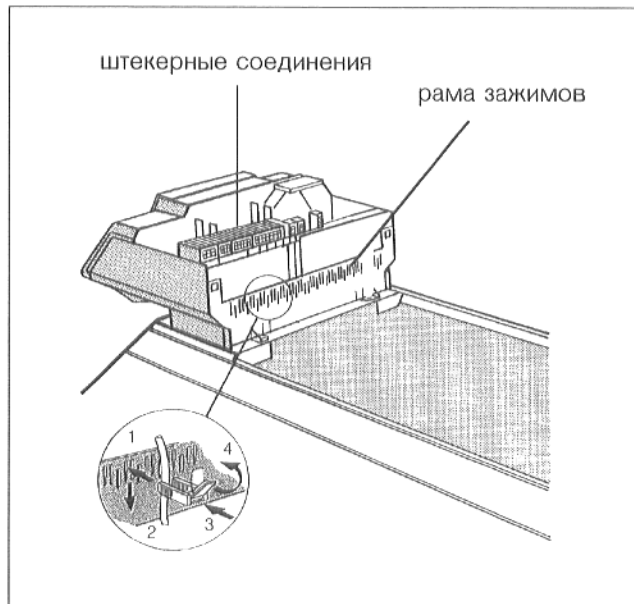

Рис. 20
- Проложить провод горелки назад, под передним кожухом котла, и соединить штекерные соединения в регуляторе, соответственно маркировке (рис. 20).
- Подключить электропроводку к штекерным соединениям, соответственно схеме соединений (рис. 20).
- Все провода следует закрепить зажимами (входят в комплект поставки регулятора): вставить зажимы для крепления кабеля с вложенным проводом в раму зажимов и закрепить, повернув рычажок (рис. 20).